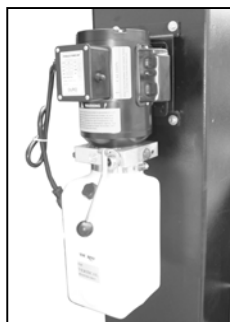

Abbildung: 6-A, B, C Pumpe & Schlauch
- 6) Montieren Sie die Motorpumpe an der Rückseite der Säule. Befestigen Sie sie mit Schrauben und Muttern. Schließen Sie den Schlauch des Zylinders an der Motorpumpe an. (Abb. 6-A, B, C) Der Schlauch verfügt an beiden Enden über unterschiedliche Verbindungsstücke. Achten Sie darauf, dass das Ende des Schlauchs zum Zylinder passt. Am Ende des Zylinderschlauchs befindet sich ein O-Ring. Achten Sie darauf, dass die Befestigungen fest angezogen sind.